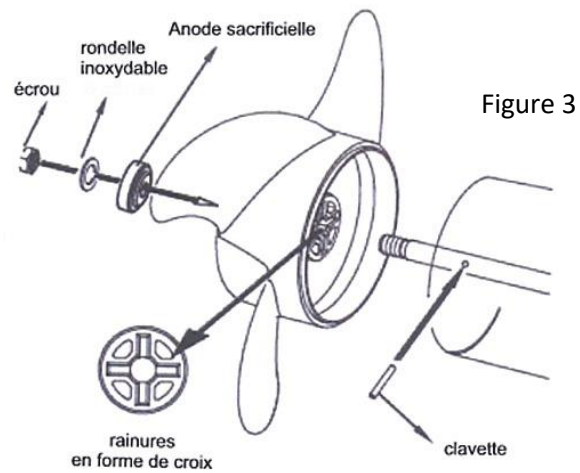

Figure 3
- **Figure 3** : Insérez la clavette dans le trou de l'arbre et alignez-la avec votre hélice (la clavette et la rainure de l'hélice doivent être alignées horizontalement). Lorsque l'hélice est en place, installez l'anode sacrificielle, la rondelle inoxydable et l'écrou sur l'arbre.